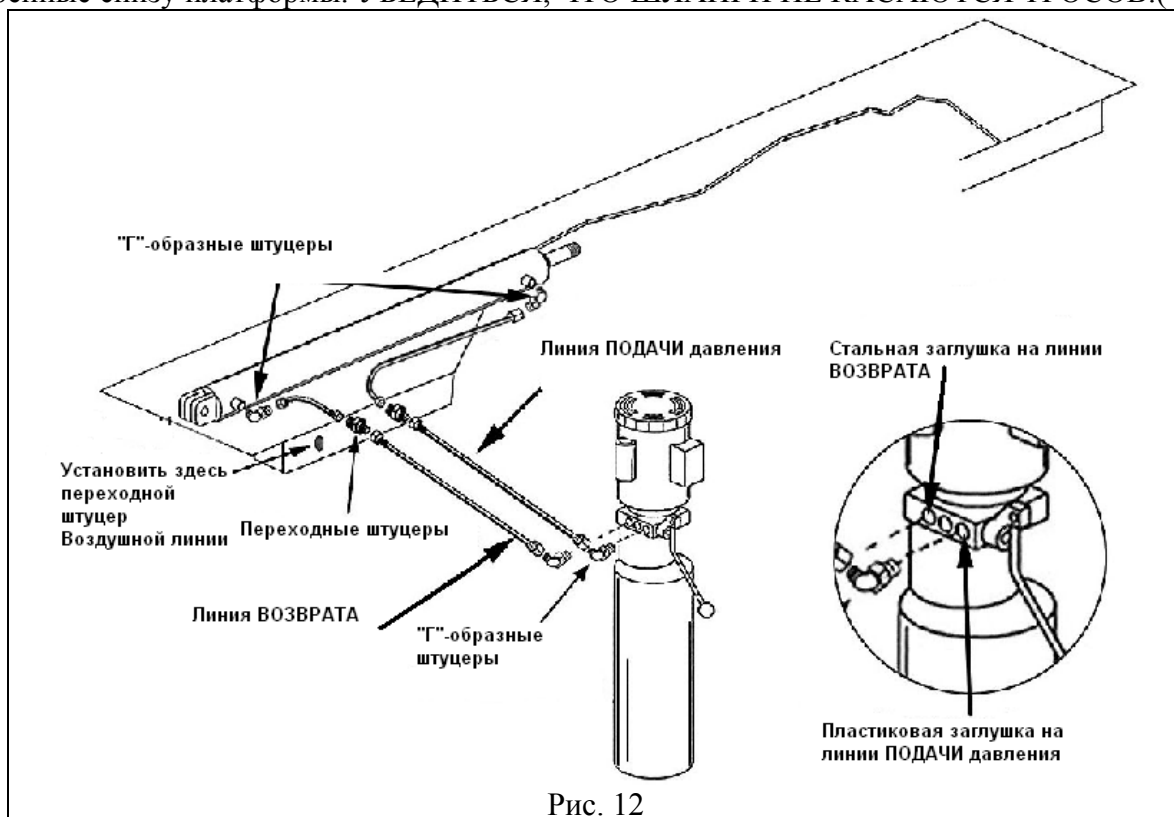

Рис. 12
4. Подсоединить все шланги, как показано на рисунке, протянув их через защитные кожухи, приваренные снизу платформы. УБЕДИТЬСЯ, ЧТО ШЛАНГИ НЕ КАСАЮТСЯ ТРОСОВ.(Рис.12)